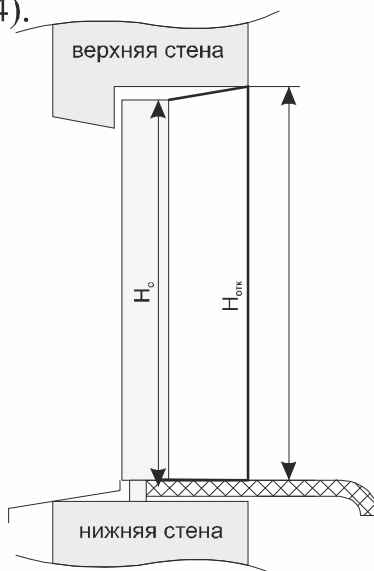

Рис. 14
- 5 Длина боковых (вертикальных) откосов $H_{отк} = \text{высота оконного проема } (H_o) + \min 100\text{мм}$ (Рис.14).